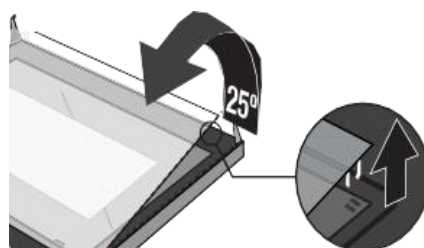

Figure 3
1. Placez la porte face à vous, posez vos mains sur la vitre et tirez-la vers le four. (Figure 3)